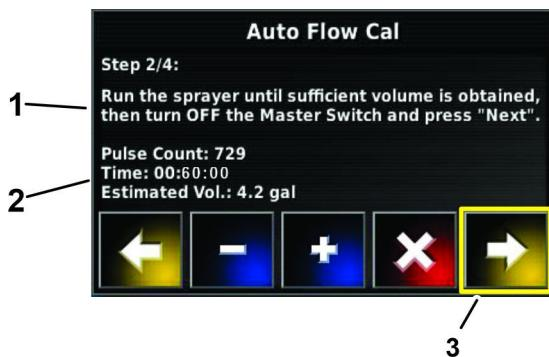

Figura 171
- Nel quadro di comando, al passaggio 2 di 4 della procedura guidata di taratura automatica del flusso, quando il contatore del tempo raggiunge 60 secondi (Figura 171) impostate l'interruttore principale delle sezioni della macchina sulla posizione di SPEGNIMENTO.
- Nella fase 2 di 4 della procedura guidata di taratura automatica del flusso, premete l'icona Avanti (Figura 171).